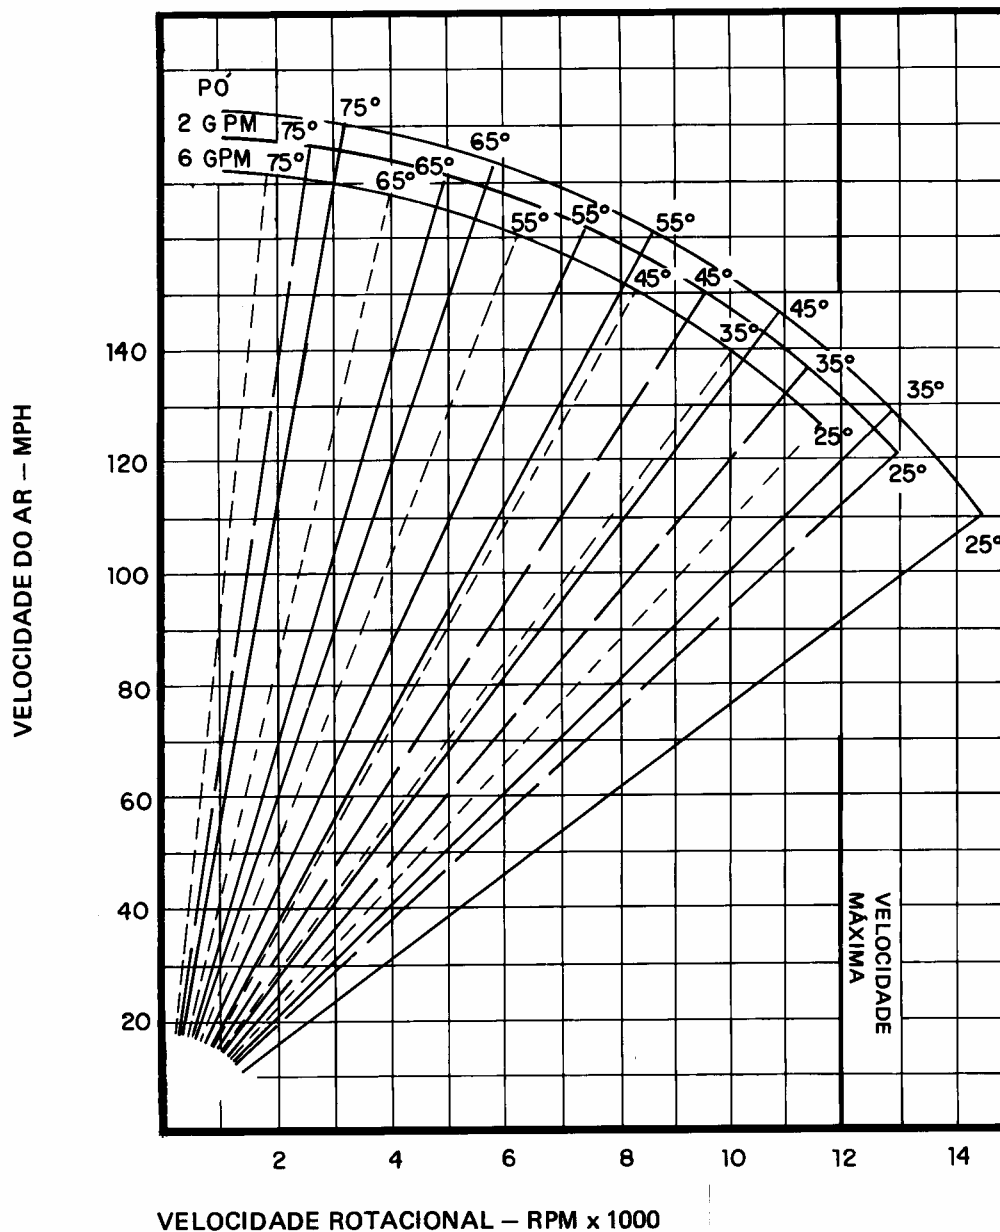

Figura 110-14. Gráfico da Velocidade Rotacional US Velocidade do Ar
- Tendo estabelecido a RPM a uma dada velocidade da aeronave (veja o gráfico da figura 110-14).